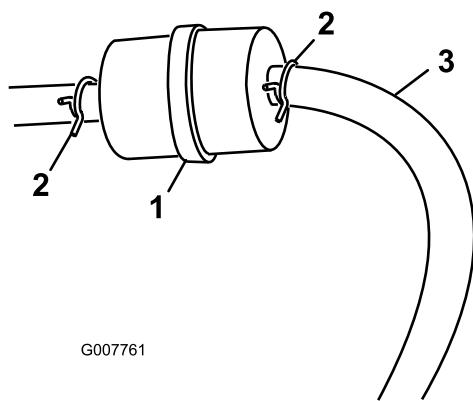

图21
3. 将软管夹的两端挤压到一起，将它们滑离滤清器（图21）。
5. 安装新的滤清器，并将软管夹移近滤清器（图21）。